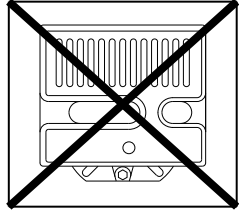

Fig. 7
- El quemador está preparado exclusivamente para funcionar en las posiciones **1, 2, 3 y 4** (Fig. 7).